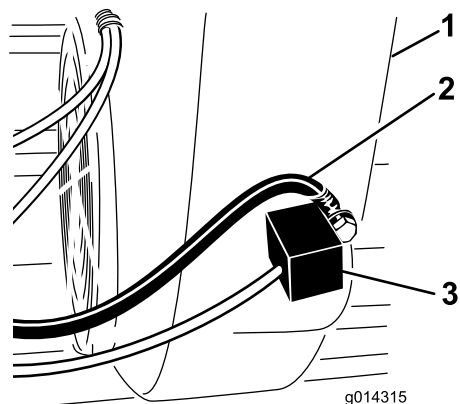

Figura 5
7. Localice el módulo de ignición del motor en la parte inferior de la cubierta del motor (Figura 5). Se encuentra en el extremo delantero del conjunto del motor.